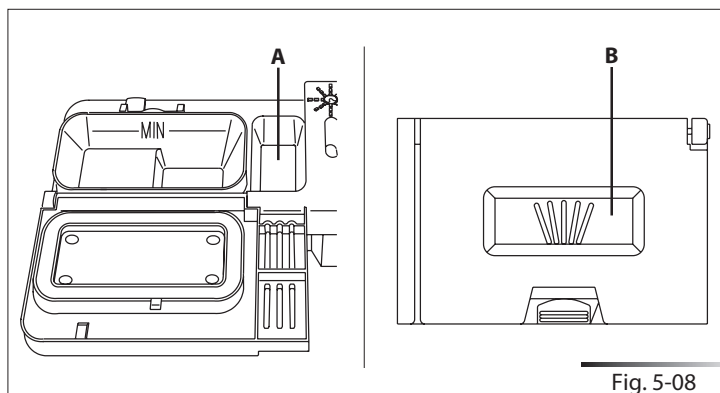

Fig. 5-08
- Quand on sélectionne un programme avec le prélavage à chaud (lire le tableau programmes reporté dans le manuel "Description des commandes"), ajouter une quantité supplémentaire de produit de lavage dans la cavité (réf. A ou B fig. 5-08, selon les modèles).